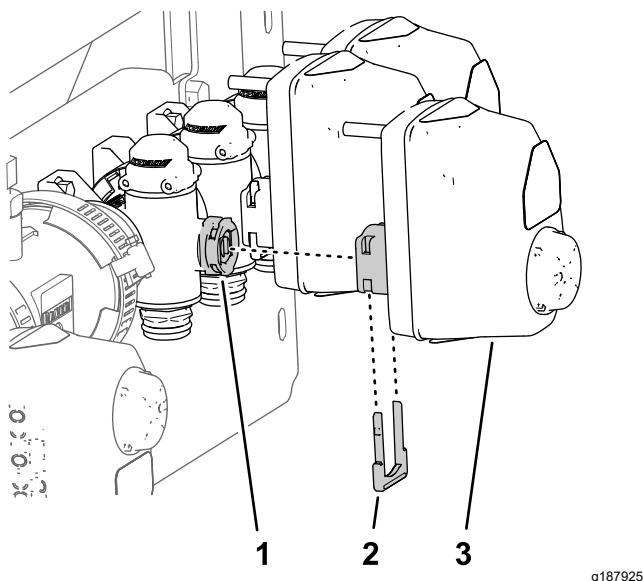

Рисунок 51
8. Совместите соединитель привода клапана секции стрелы, снятого при выполнении пункта 2 раздела Демонтаж привода клапана \(страница 28\), с отверстием штока в коллекторном клапане (Рисунок 51).
9. Закрепите привод клапана секции на коллекторном клапане при помощи держателя (Рисунок 51), снятого при выполнении пункта 1 раздела Демонтаж привода клапана \(страница 28\).